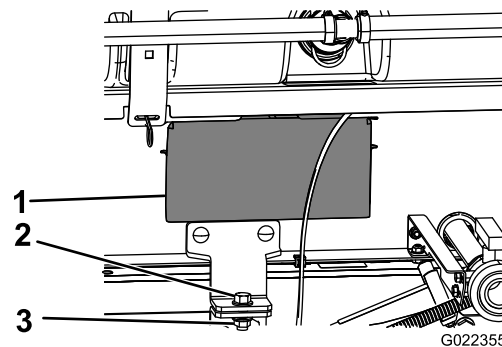

Figura 36
5. Retire os painéis de acesso em ambos os lados da estrutura do patim (Figura 36).
- Prenda o suporte de fixação do conjunto do patim do depósito à estrutura da plataforma na estrutura de cada lado da máquina com um parafuso (½ pol. x 1½ pol.) e uma porca de bloqueio (½ pol.) como se mostra na Figura 36.